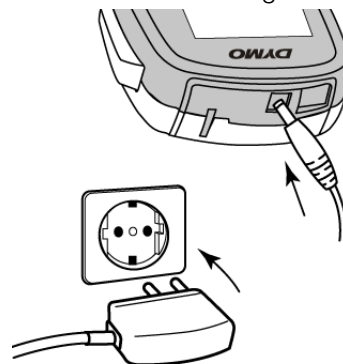

Figura 3
- 2 Inserire l'altra estremità dell'adattatore di carica in una presa di corrente. Vedere la Figura 3.